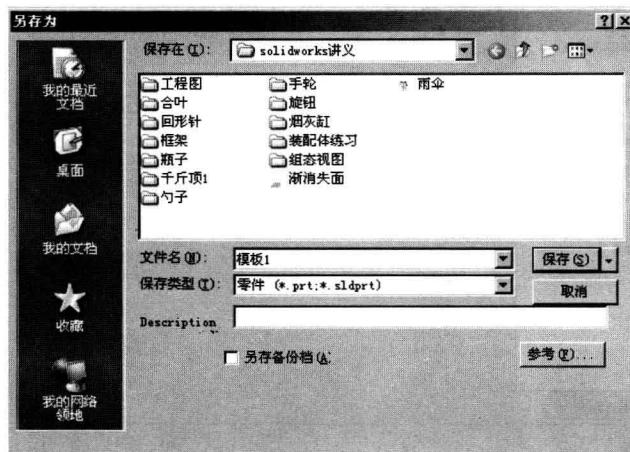

图 1-7 “另存为”对话框
⑥ 在“自定义”对话框的“工具栏”选项卡中,勾选希望显示的每个工具栏复选框,同时勾销希望隐藏的工具栏复选框,然后单击“自定义”对话框中的“确定”按钮,把选择的项目应用到当前的零件文档中。
⑦ 选择“文件”→“保存”命令,或单击图示工具栏中的保存文档图标 ,系统将弹出如图 1-7 所示的“另存为”对话框。